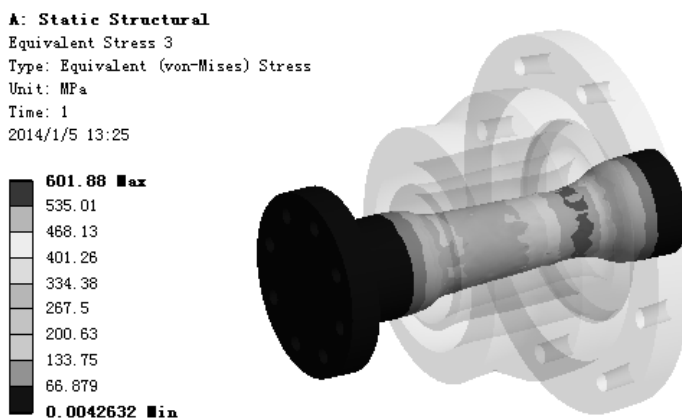

图 9.6.21 应力结果图解 (shaft_bush)
(5) 查看 shaft_bush 零件应力结果图解。在“Outline”窗口中选中  Equivalent Stress 3，查看图 9.6.21 所示的零件 shaft_bush 的应力结果，其最小应力为 0.00422632MPa，其最大应力为 601.88 MPa。